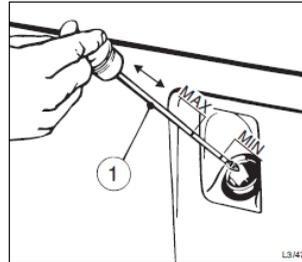

Abb. 34 – Ölstandkontrolle
- Der Ölspiegel sollte zwischen der MAX- und MIN-Marken des Ölmesstabs („1“) liegen. Das Öl nie über die MAX-Marke überfüllen (siehe Abb. 34). Das neue Öl muss der vom Hersteller angegebenen Spezifikation entsprechen. Entsprechende Hinweise des Herstellers und der EG-Sicherheitsdatenblätter des Öllieferanten beachten.